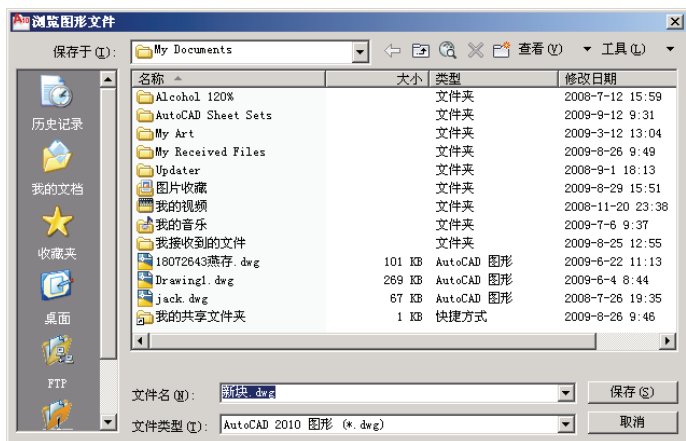

图 7-9 “浏览图形文件”对话框
(1) 文件名和路径: 用于输入写块的文件名。
(2) 按钮: 弹出“浏览图形文件”对话框, 在该对话框中可以选择目标位置, 如图 7-9 所示。
(3) 插入单位: 用于指定新文件插入时所使用的单位。